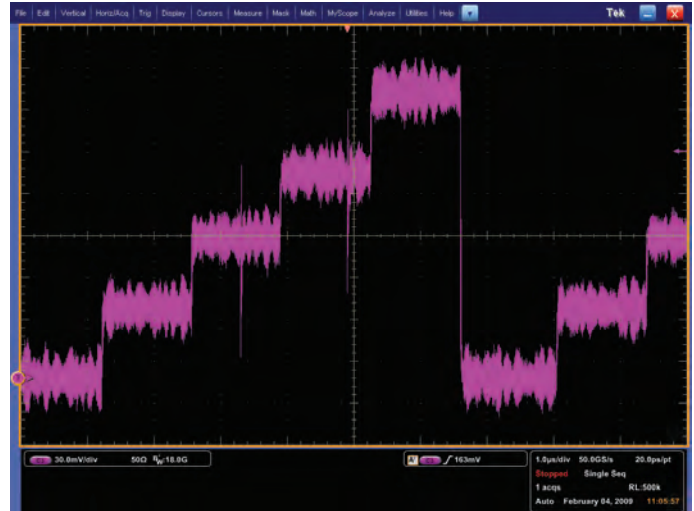

Abbildung 24. Mit dem Spitzenwerverfassungsmodus kann das Oszilloskop extrem kurze transiente Anomalien erfassen.
- **Spitzenwerverfassungsmodus:** Das Oszilloskop speichert die Minima und Maxima der in zwei Signalintervallen erfassten Abtastpunkte und verwendet diese Punkte als die beiden einander zugeordneten Signalpunkte. Bei digitalen Oszilloskopen mit Spitzenwerverfassungsmodus wird der AD-Wandler mit einer schnellen Abtastrate ausgeführt, sogar bei sehr niedrigen Zeitbasis-Einstellungen (langsame Zeitbasis-Einstellungen bedeuten lange Signalintervalle). Daher können schnelle Signaländerungen erfasst werden, die im Abtastmodus zwischen den Signalpunkten auftreten würden (siehe Abbildung 23). Der Spitzenwerverfassungsmodus ist besonders dann von Vorteil, wenn schmale Impulse in zeitlich großen Abständen dargestellt werden sollen (siehe Abbildung 24).